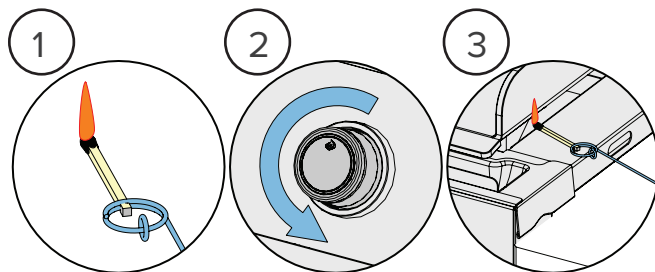

Fig. 2
3. Samtidigt vrider du motsvarande brännarknapp till högsta läget. (Fig. 2)